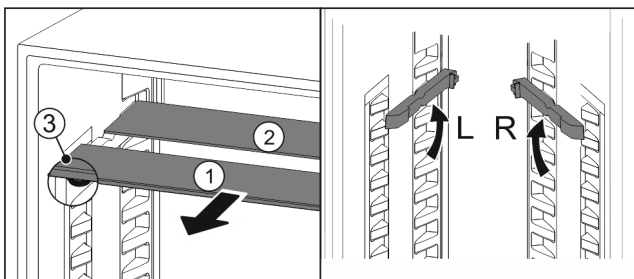

Fig. 17
- ▶ Издърпайте Fig. 17 (1) поотделно стъклените плочи напред.
- ▷ Стъклената плоча Fig. 17 (1) с декоративната лайстна е отпред.
- ▷ Ограничителите Fig. 17 (3) сочат надолу.